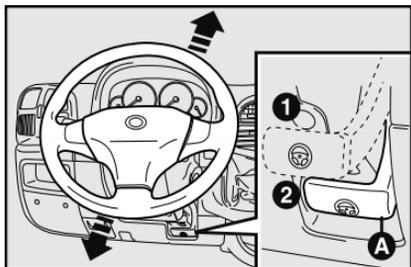

fig. 9
- 1) ponga la palanca **A**-fig. 9 en la posición **1**;